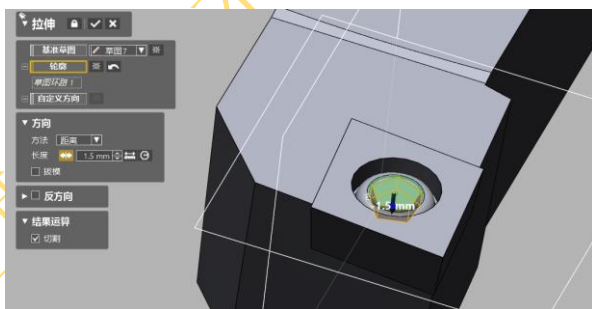

图 4.86 拉伸对话框
28) 点击菜单栏模型〉(创建实体下)拉伸图标, 弹出拉伸对话框, 轮廓选择六边形, 方向长度 1.5mm, 结果运算: 切割, 如图 4.86 所示, 点击确定完成。